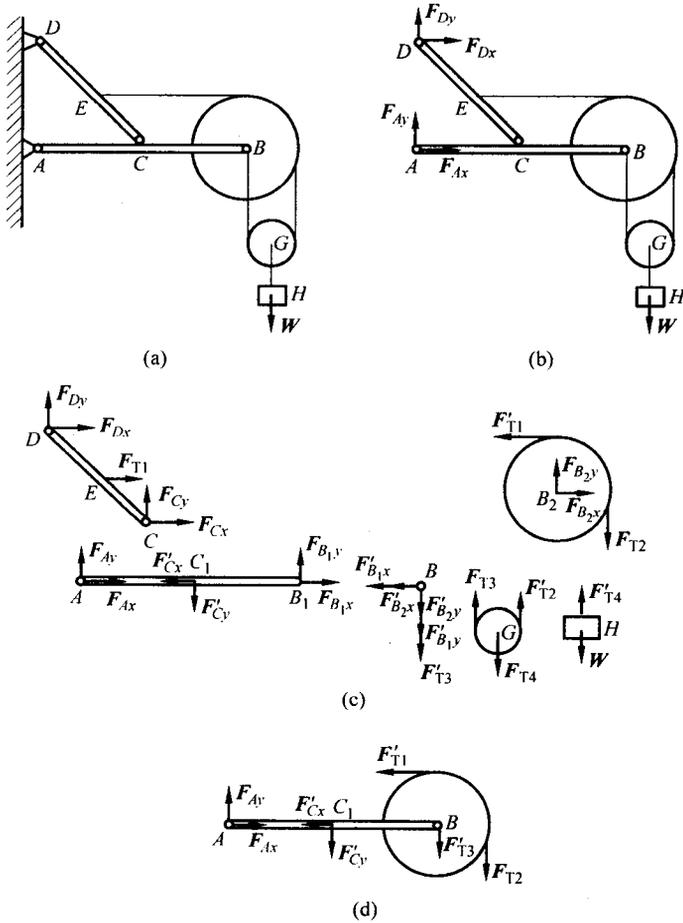

图 1-3 例 1-2 图
例 1-2 在图 1-3(a)的结构中,画出系统整体受力图及构成系统的各个部件的受力图。如果考虑杆 AB 及滑轮 B 的组合件,其受力图如何(不计杆、绳及滑轮的重力)?
解 (1) 考虑整体,解除铰 A 、 D 的约束,整体受力图如图 1-3(b)。
(2) 将系统拆开,画出杆 AB 、杆 CD 、滑轮 B 、销钉 B 、滑轮 G 及重物 H 的受力图。绳索的约束力为沿绳方向的拉力,铰链的约束力均用两个分力表示(因为没有铰
接的二力构件)。相连接的部件拆开时,彼此的作用力大小相等,方向相反;例如 $F'_{T1} = -F_{T1}$, $F'_{Cx} = -F_{Cx}$ 等。各部件的受力图如图 1-3(c)。
(3) 如果考虑杆 AB, 滑轮 B 及销钉 B 为一组合件整体, 则其受力图如图 1-3(d)。这时, 销钉 B 与杆 AB 间的作用力 $F_{B1,x}$, $F'_{B1,x}$, $F_{B1,y}$, $F'_{B1,y}$ 及销钉 B 与滑轮 B 间的作用力 $F_{B2,x}$, $F'_{B2,x}$, $F_{B2,y}$, $F'_{B2,y}$ 均为成对的内力, 不出现在受力图中。在组合件的 B 点, 只有绳对组合件的拉力 F'_{T3} 是外力, 应该且必须画出。
(2) 可能有的部件的受力图看起来似乎不能平衡,如销钉 B 。这是因为各约束力是未知量,其方向是我们假定的,而实际的约束力完全有可能与我们的假设方向相反;这时按我们的受力图所解出的约束力大小是个负值。同一题目中各约束力假设方向应统一,例如沿 x 轴分量 F_x 均与 x 轴正向一致。这样,解题的结果如果是 F_x 为正,则约束力方向指向 x 轴正向; F_x 为负,则指向 x 轴负向。
(3) 对由几个部件组成的组合件,应作为整体看待,在画其受力图时,不能出现内力;外力也是组合件以外的物体对组合件整体的作用,不必强调对组合件中哪一部件的作用。例如在受力图 1-3(d)中,力 F'_{T_3} 是绳对杆轮系统的外力,不必强调它作用在销钉上。